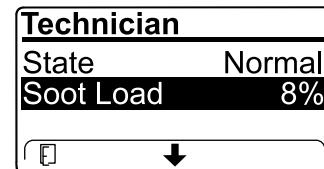

Figura 41
- Vea la carga de hollín que se mide como porcentaje de hollín en el DPF(Figura 41); consulte la tabla de carga de hollín.